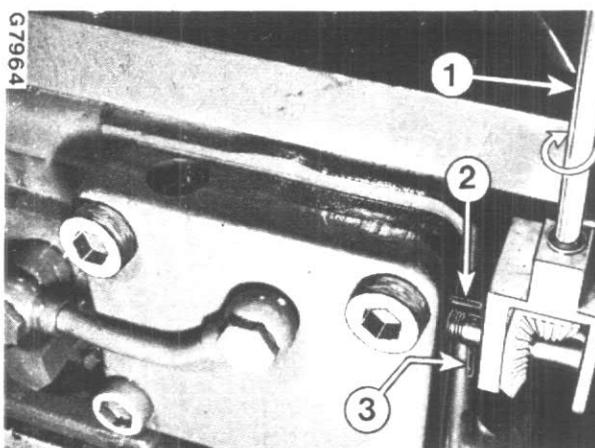

Fig. 44
Mettez le moteur en marche et relevez complètement les bras de relevage. Mettez le système en position d'abaissement et tournez la broche en sens inverse d'horloge (dans le sens contraire de la flèche sur la Fig. 44) jusqu'à ce que le processus d'abaissement soit arrêté par le clapet. Maintenant, installez la goupille élastique (3) de manière à ce qu'elle soit orientée vers le bas et contacte presque la butée (2), en l'engageant dans l'un des trous prévus pour obtenir le réglage le plus précis possible.